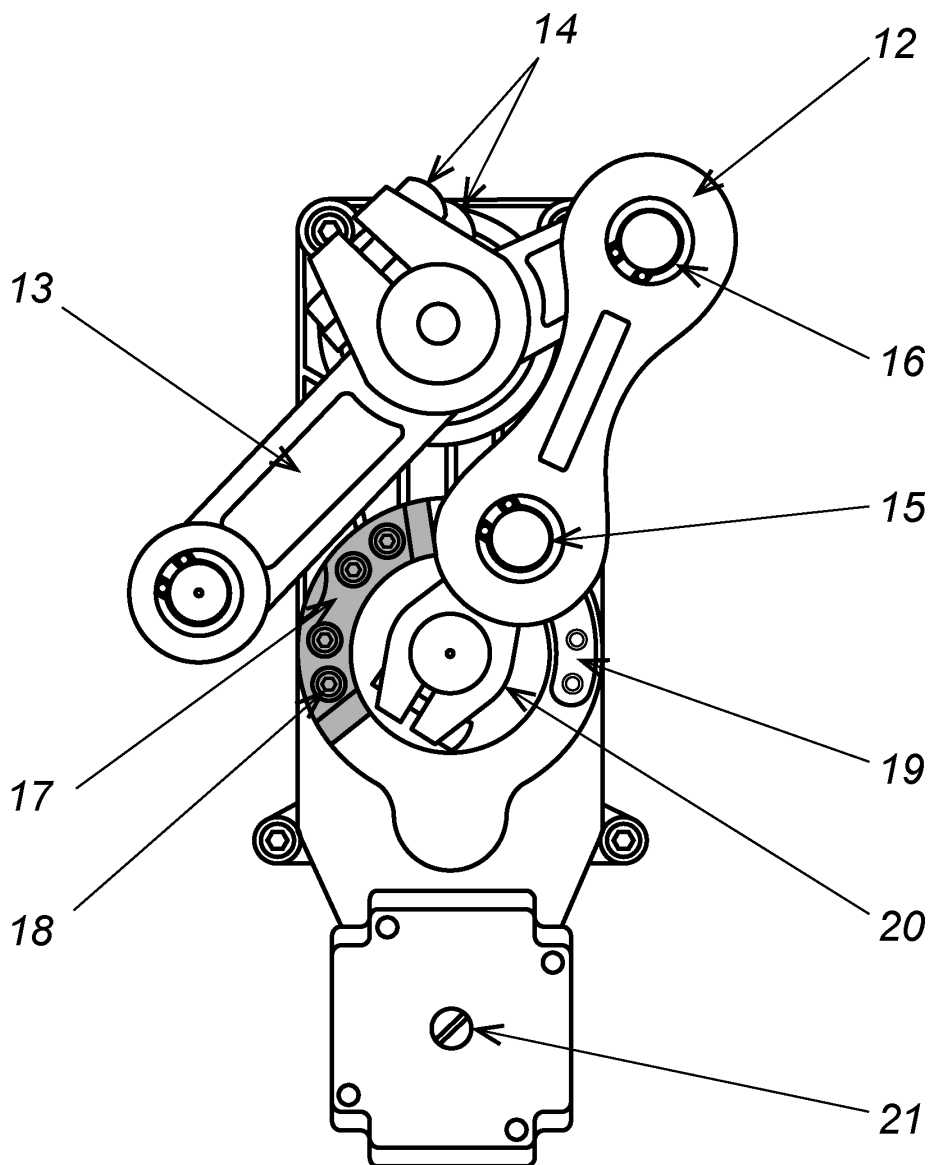

Рисунок 8. Порядок переустановки стрелы шлагбаума
По умолчанию шламбаум поставляется с положением стрелы, рассчитанной на правосторонний проезд (стойка шламбаума фронтальной стороной располагается справа от проезжей части). При необходимости изменения этого положения на противоположное выполните следующие действия (см. рис. 8):
Переведите кронштейн крепления стрелы в горизонтальное положение, для чего шлицевой отвёрткой вращайте винт разблокировки привода (21) по часовой стрелке до упора (см. рис. 8).
Для разблокировки стрелы откройте дверцу шлагбаума и шлицевой отверткой вращайте втулку (21) (см. рис. 8) влево или вправо до тех пор, пока нижний шарнир шатуна (12) не выйдет из крайнего положения и стрела не станет поддаваться ручному воздействию вверх или вниз.
1. Откройте дверцу (2) стойки шлагбаума.
2. Шестигранным ключом S10 ослабьте два болта (14), фиксирующие рычаг (13) на валу кронштейна стрелы (см. рис. 8). Придерживайте стрелу от падения!